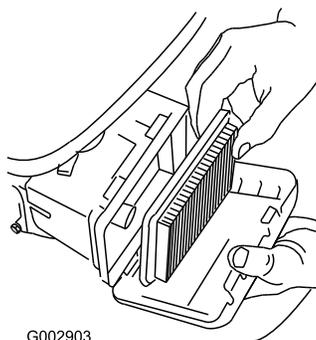

Figure 21
3. Retirez le filtre à air (Figure 21).